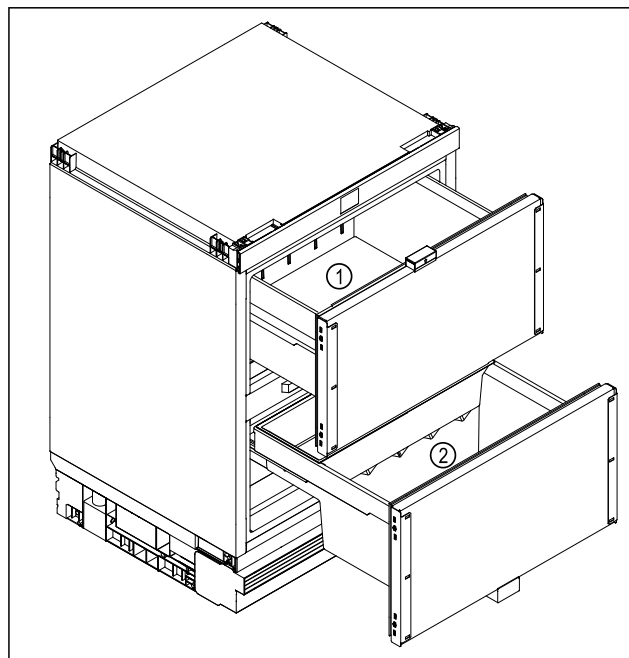

Fig. 7 Приклад зображення
- Верхній висувний візок Fig. 7 (1): зберігання швидкозаморожуваних продуктів, наприклад готових страв, риби, м'ясних і ковбасних виробів, упакованих овочів і фруктів.
- Нижній висувний візок Fig. 7 (2): зберігання чутливих до холоду продуктів, наприклад картоплі, цибулі або тропічних фруктів. Зберігання продуктів або напоїв, які не мають бути надто холодними перед споживанням.